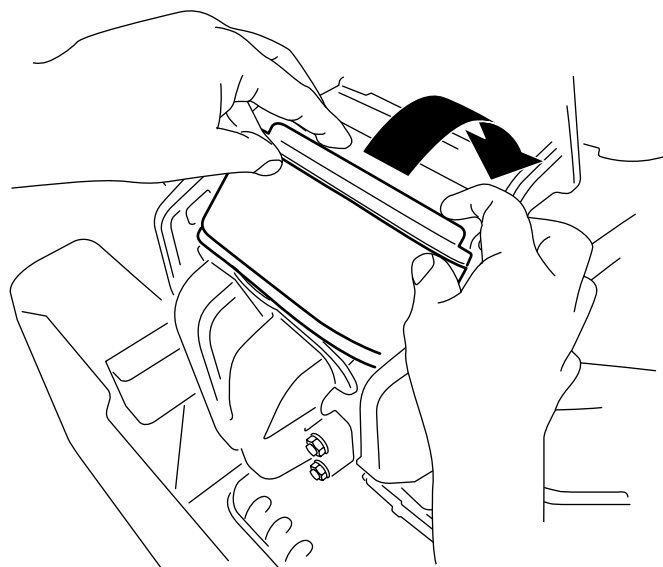

図 38
3. フィルタを下にねじ込むようにしてマニホールドに密着するように取り付ける 図 38。